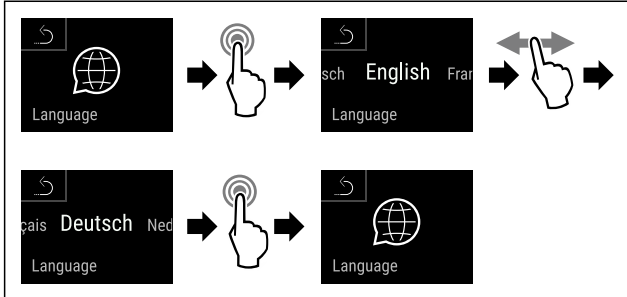

Fig. 104
- ▶ Efectuați pașii de acțiune (vezi Fig. 104).